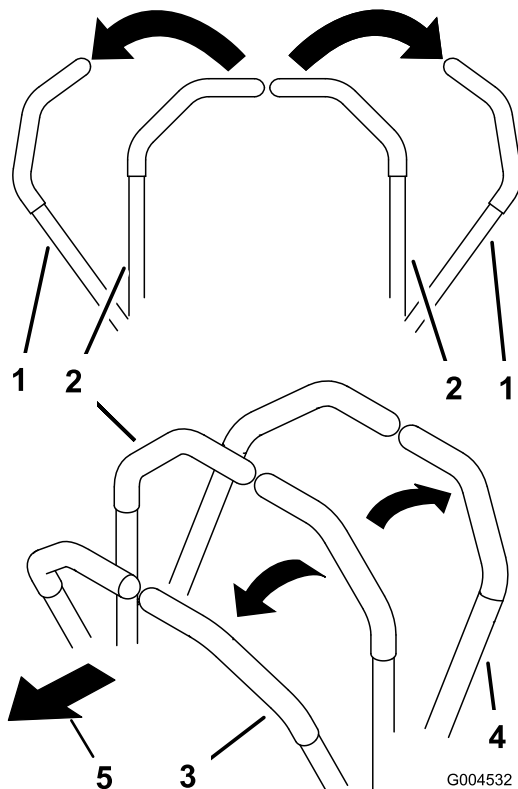
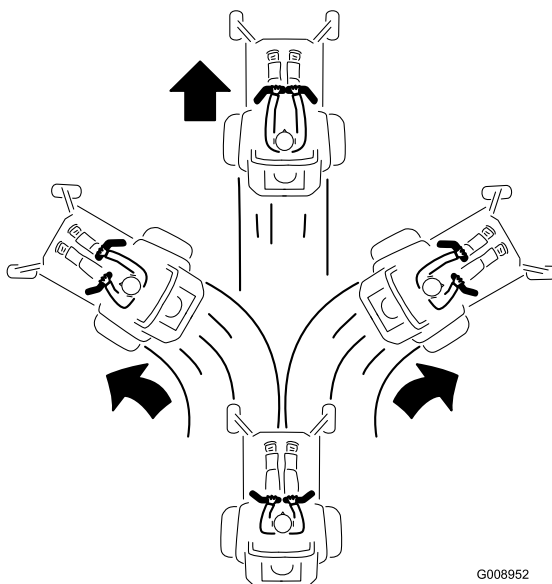

Bild 17
Bild 19
2. Schieben Sie für das Vorwärtsfahren die Fahrtriebshebel langsam vorwärts (Bild 17 und Bild 19).
Wenden Sie zum Geradeausfahren auf beide Fahrtriebshebel denselben Druck an (Bild 17).
Verringern Sie zum Wenden den Druck auf den Fahrtriebshebel an der Seite, in deren Richtung Sie wenden möchten (Bild 17).